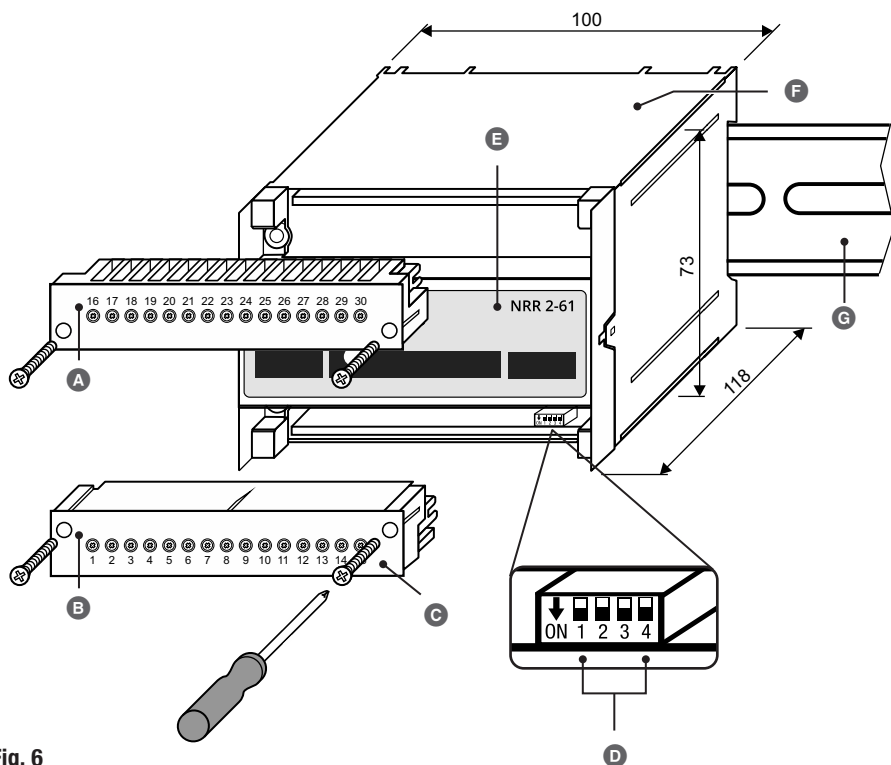

Fig. 6
Il Baud rate e il gruppo di regolazione del regolatore di livello NRR 2-61 possono sempre essere adattati sull'interruttore di codice **D** (ved. **Fig. 6**).
2. Svitare la morsettiera inferiore e rimuoverla, ved. **Fig. 6**.
3. Impostare l'interruttore di codice **D** (ved. **Fig. 6**), ved. pagina 23, **Fig. 10**.
Per il funzionamento occorre definire sull'interruttore di codice **Ⓢ** Fig. 6 il gruppo di regolazione e il Baud rate del regolatore di livello. Le funzioni di regolazione risultano dal collegamento delle diverse sonde di livello e dalla loro parametrizzazione sull'unità di controllo e visualizzatore URB 60.